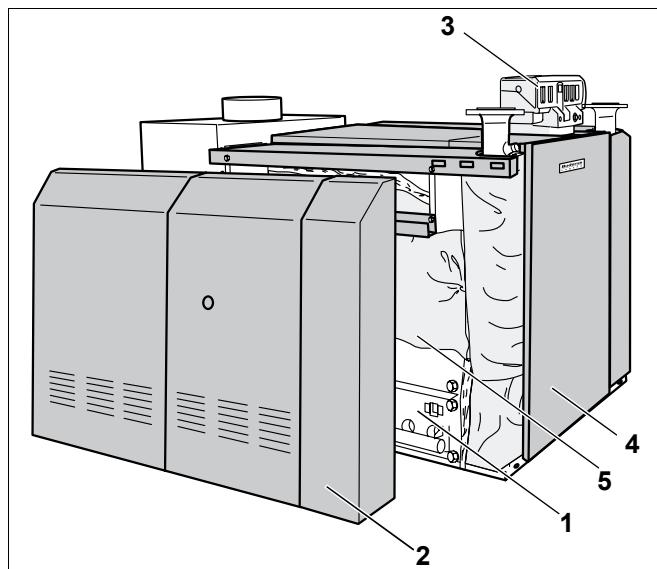
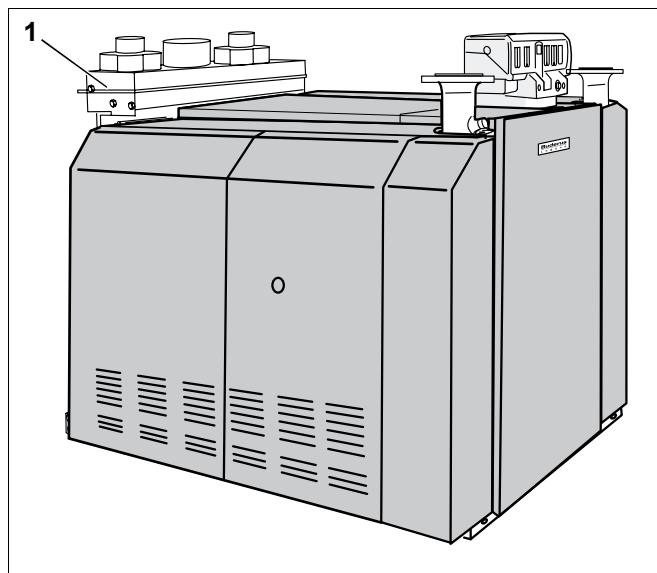

Рис. 1 Logano GE434
Рис. 2 Logano plus GB434
Отопительные котлы Logano GE434 (рис. 1) и Logano plus GB434 (рис. 2) состоят из правого и левого котловых блоков, на каждом из которых установлено по одной газовой горелке.
- Котловые блоки (рис. 1, **поз. 5**) и газовые горелки (рис. 1, **поз. 1**).
- Облицовка котла (рис. 1, **поз. 2**) и теплоизоляция (рис. 1, **поз. 5**).
- Система управления (рис. 1, **поз. 3**), дополнительный регулятор и два автомата горения газа (на одну газовую горелку - один автомат горения). Система управления и автоматы горения газа служат для контроля и регулирования всех электрических узлов отопительного котла.
Дополнительный элемент отопительного котла Logano plus GB434 (рис. 2):
- Конденсационный блок (рис. 2, **поз. 1**).